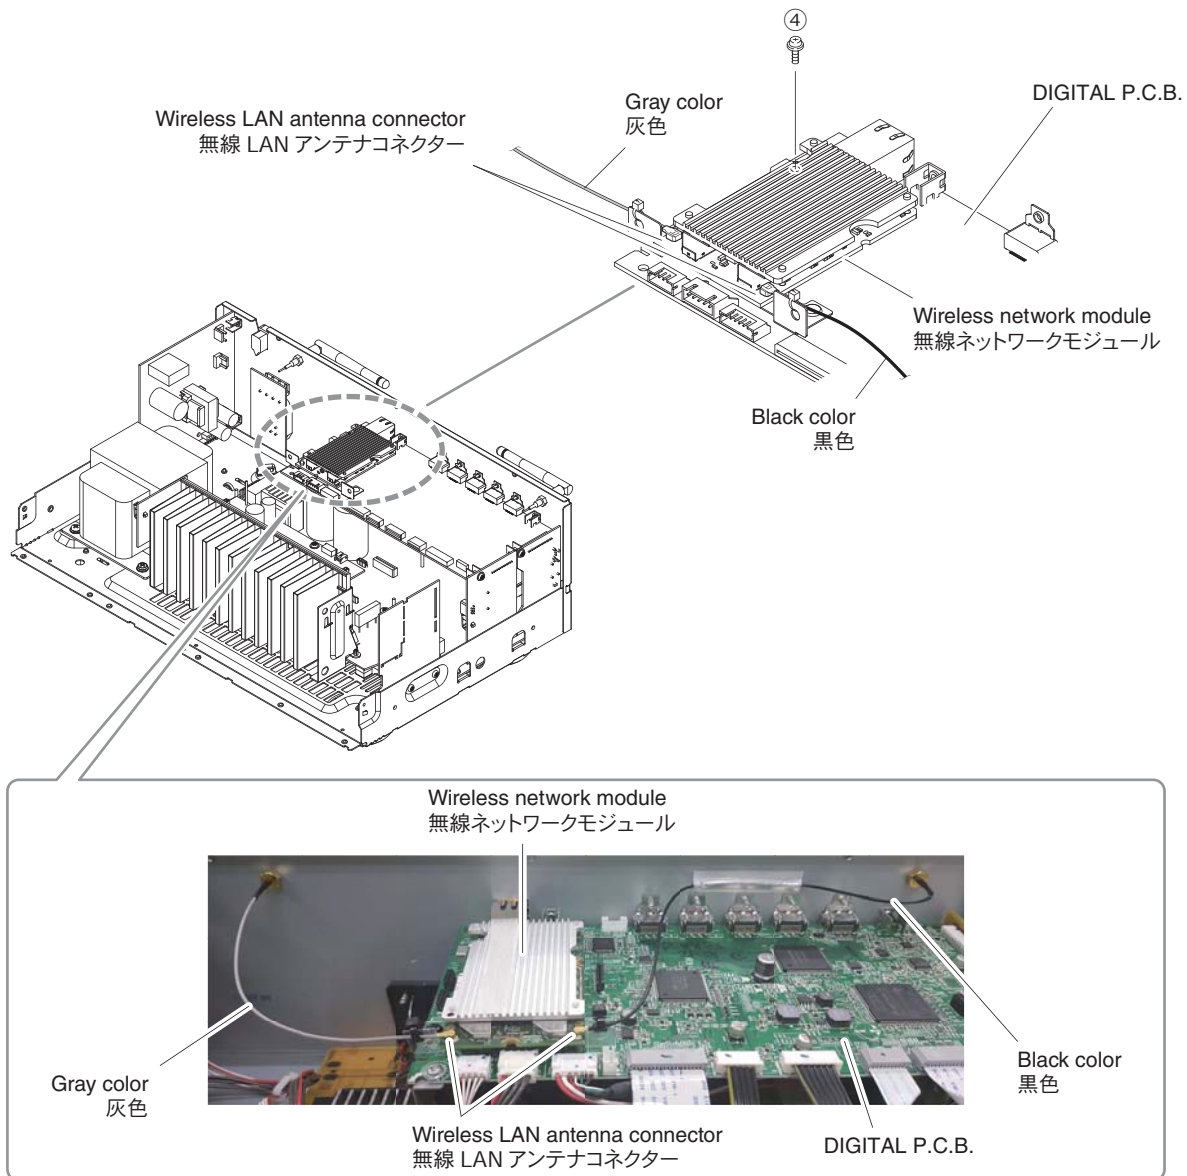

Fig. 2
3. Removal of Wireless Network Module (Fig. 2)
3. 無線ネットワークモジュールの外し方 (Fig. 2)